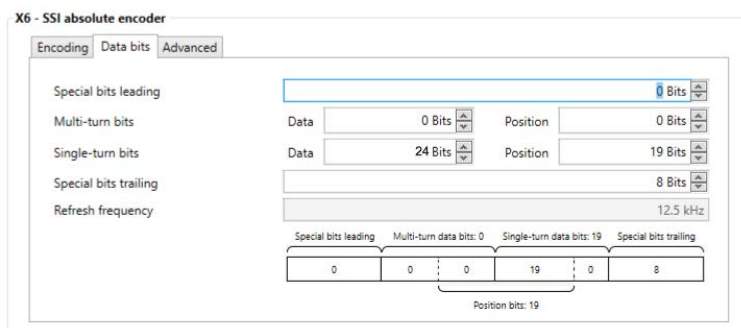

Abbildung 5 EPOS Studio Einstellungen im SSI Modus
- EPOS Studio Einstellungen: 0 Special Leading Bits, Data=0 Multiturn Bits, 0 Position, Data=24 Singleturn Bits, 19 Position, 8 Special Trailing Bits, Siehe →Abbildung 5